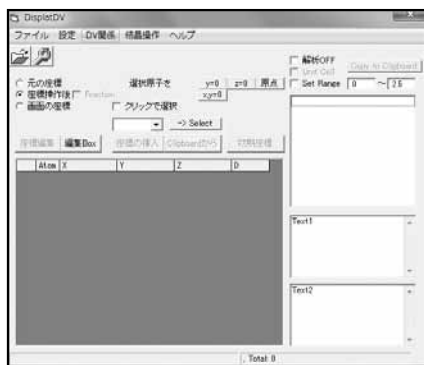

図 5.1 DisplatDV のメイン画面
1. [DvMenu] から [DisplatDV] をクリックすると図 5.1 のメイン画面が表示されます。